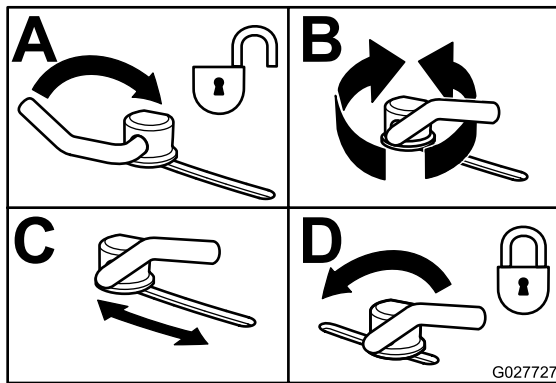

Figura 38
3. Para ajustar los bloqueos de leva, levante la palanca para aflojar el bloqueo de leva (Figura 38).
5. Devuelva la palanca a su posición original para apretar el deflector y los bloqueos de leva (Figura 38).